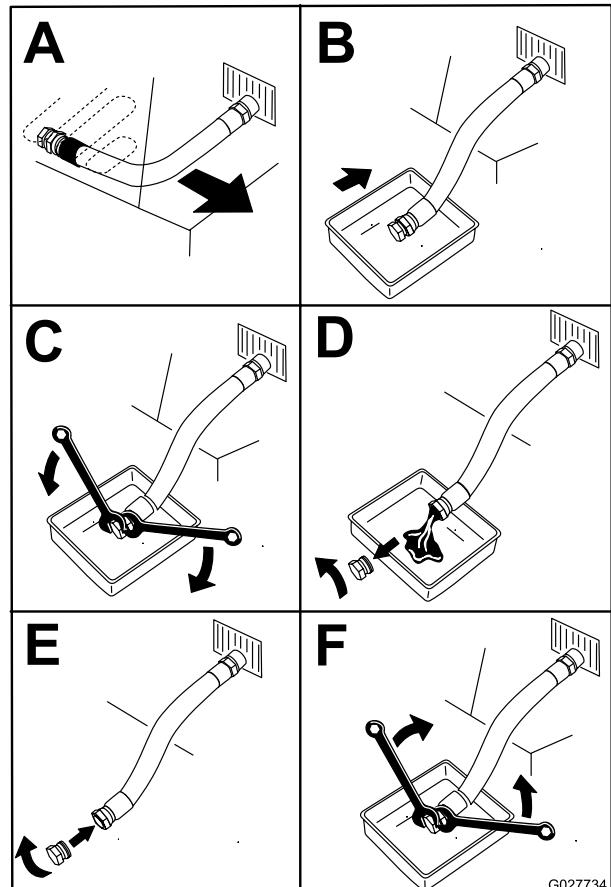

Bild 62
4. Lassen Sie das Öl vom Motor ab (Bild 62).